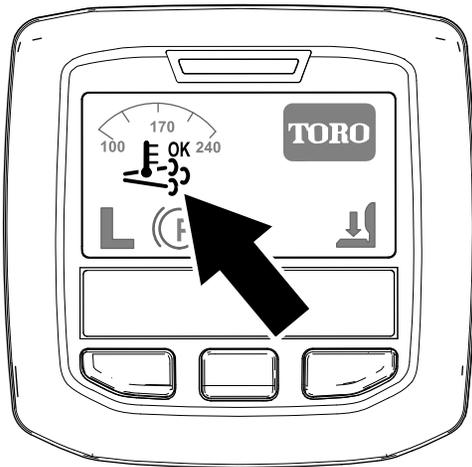

Figure 29
- L'icône de régénération assistée/commandée s'affiche dans l'InfoCenter (Figure 29).